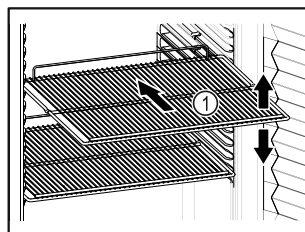

Fig. 56
- ❑ Ha a tároló rácsok Fig. 56 (1) áthelyezhetők, akkor igazítsa be őket a kívánt magasságnak megfelelően.